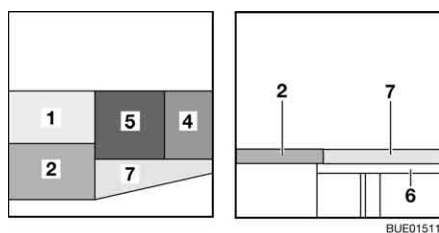

Bild 127 Efter ombyggnaden
- Lägg sittdynan (Bild 127,5) i mitten.
- Lägg ryggdynan (Bild 127,4) mellan sittdynan och väggen.
- Haka i sängbreddningen (Bild 127,6) i fästena på sittbänken.
- Lägg den extra dynan (Bild 127,7) på sängbreddningen.